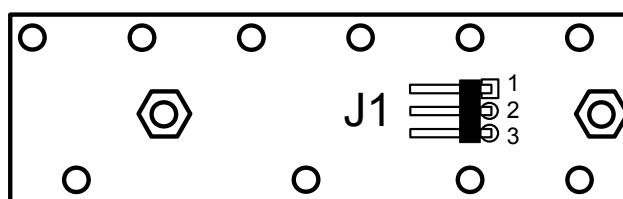

Рисунок 3 - Расположение разъёма «J1» на верхней плате
4.5.4 Пользователь может задать состояние выходов при потере связи. Для этого надо снять крышку корпуса и установить в нужное положение переключку на трёхконтактный штырьковый разъём «J1» на верхней плате (**Рисунок 3**). Если переключка установлена на контакты 1-2, то при потере связи все выходы будут переведены в состояние «Выключен». Если переключка установлена на контакты 2-3 (или отсутствует), то при потере связи состояние выходов меняться не будет.